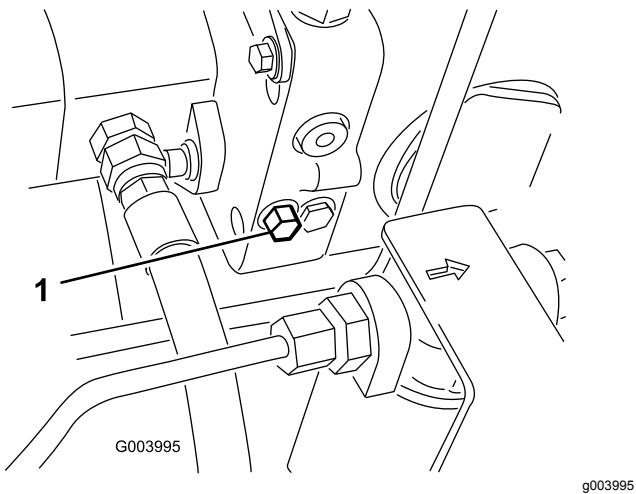

Figura 27
1. Localice la válvula de desvío a la izquierda del hidrostato (Figura 27).